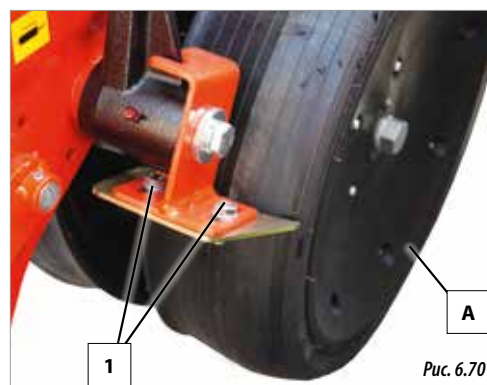

Рис. 6.70
- Заглубляющие катки (А, рис. 6.70).
Чистики на заглубляющих катках регулируются болтами (1, рис. 6.70). Между чистиком и катком должен быть зазор 3–4 мм.